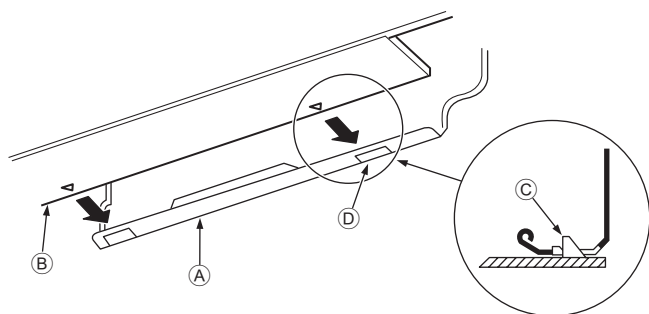

Fig. 3-10
3. Inserendo il tubo del refrigerante e il tubo di drenaggio nel foro a muro (manicotto di penetrazione), appendere la parte superiore dell'unità interna alla piastra di montaggio ①.
5. Premere la parte inferiore dell'unità interna sulla piastra di montaggio ① e bloccarla in posizione. (Fig. 3-10)